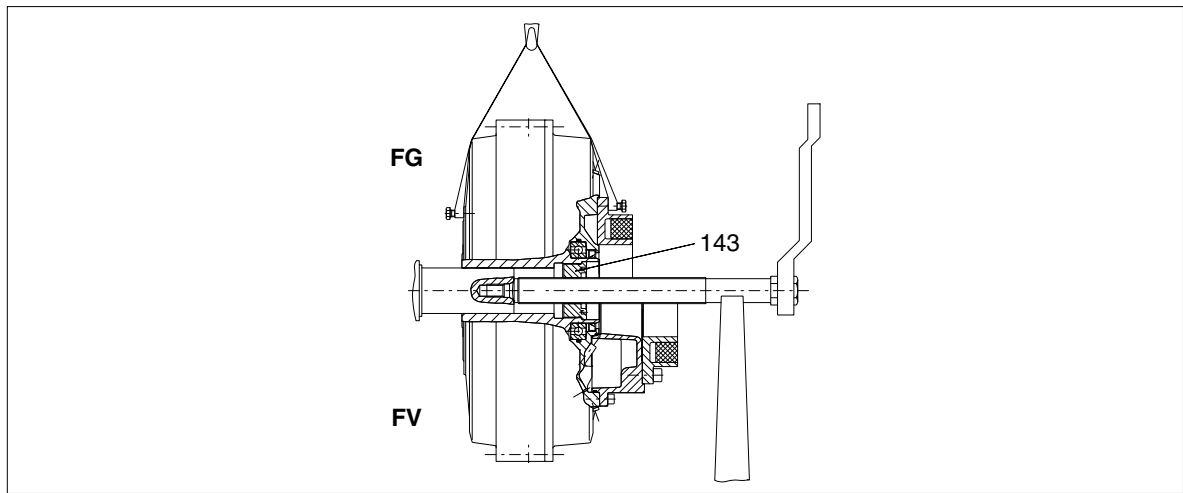

图 15: 主轴支撑装置
- 将主轴拧进轴套 (143) 现有的压紧螺纹 (尺寸 G) 中，直到预转至定心螺纹安全埋头中的轴端正面 (图15) 。
- 支撑住主轴，以避免弯曲和倾斜（参见图 15）。